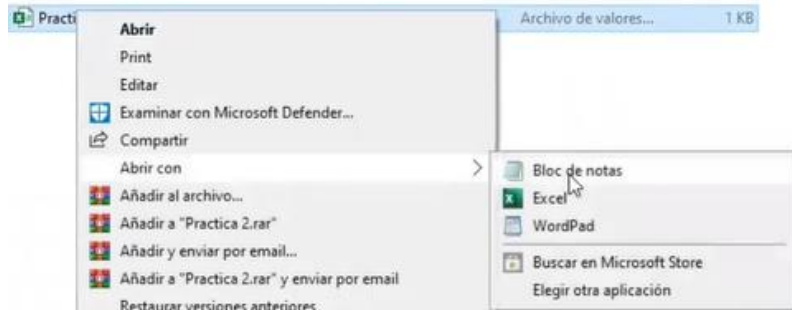

Figura 346. Block de notas.
12. Abrir la carpeta donde se encuentra el archivo, seleccionarlo con clic derecho y buscar la opción “Abrir con Bloc de notas”. Figura 346.